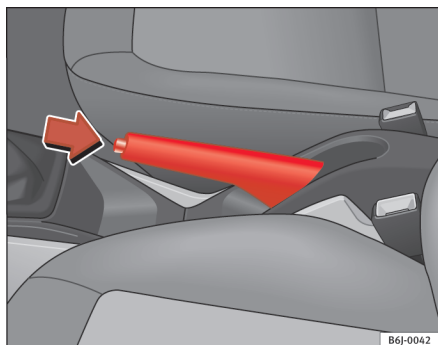

Fig. 101 Frein à main serré entre les sièges avant
- Serrez le frein à main à fond en tirant le levier vers le haut ⇒ fig. 101.
- Soulevez légèrement le levier du frein à main, appuyez sur le bouton de déblocage dans le sens de la flèche ⇒ fig. 101 et abaissez le levier au maximum ⇒ !.